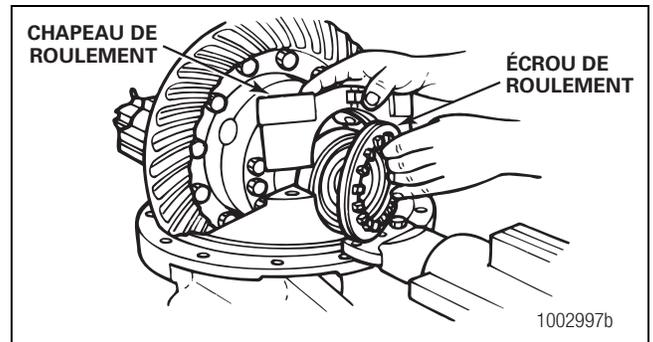

Figure 3.15
- Retirer les chapeaux de roulement et écrous de roulement de la tête de pont. Figure 3.15.